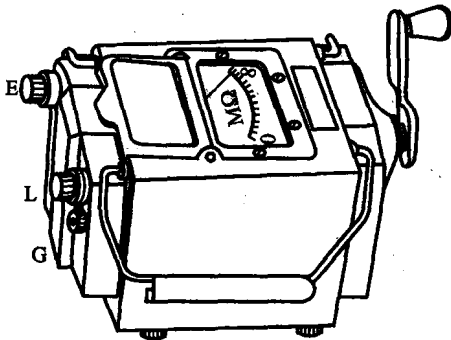

图 1-1-3 兆欧表
(1) 万用表。万用表是最常用的电工仪表。在电动机维修实训中,万用表常用于测量交、直流电压,直流电阻和检查电动机的一般故障(如绕组的短路和断路)。常用的万用表型号有 500 型和 MF-12、MF-47 等型号。
(2) 兆欧表。兆欧表主要由一台小容量、输出高电压的手摇直流发电机和一只磁电系比率表及测量线路组成,因此又称为摇表,其外形如图 1-1-3 所示。